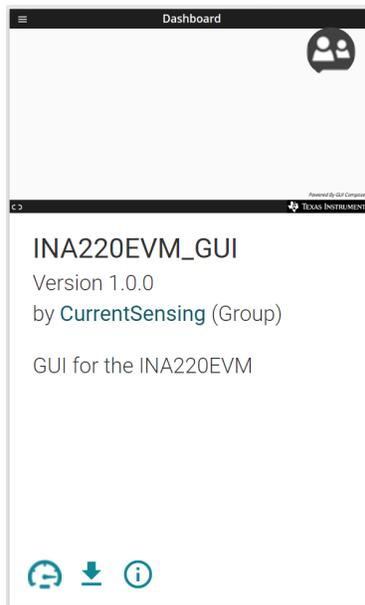

图 3-2. GUI Composer 程序
3. 打开 *GUI Composer* 应用程序，以从网络浏览器启动 GUI（请参阅图 3-2）。
4. （可选）要下载 GUI 以供离线使用，请点击 GUI Composer 应用程序中的  图标，然后按照提示操作（请参阅图 3-2）。